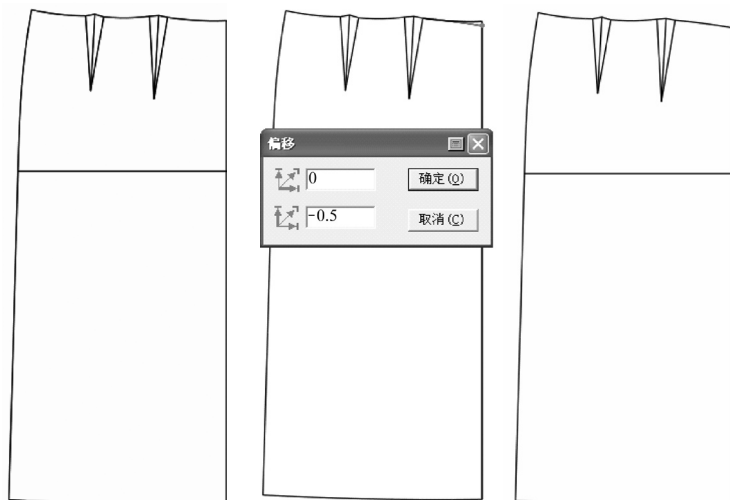

图1-12
(1) 选择  【移动】工具，按着【Shift】键进入【复制】功能，将前片复制作为后片基础。然后选择  【调整】工具框选后片腰围线后中端点部分，按【Enter】键输入纵向-0.5cm确认即可（图1-12）。